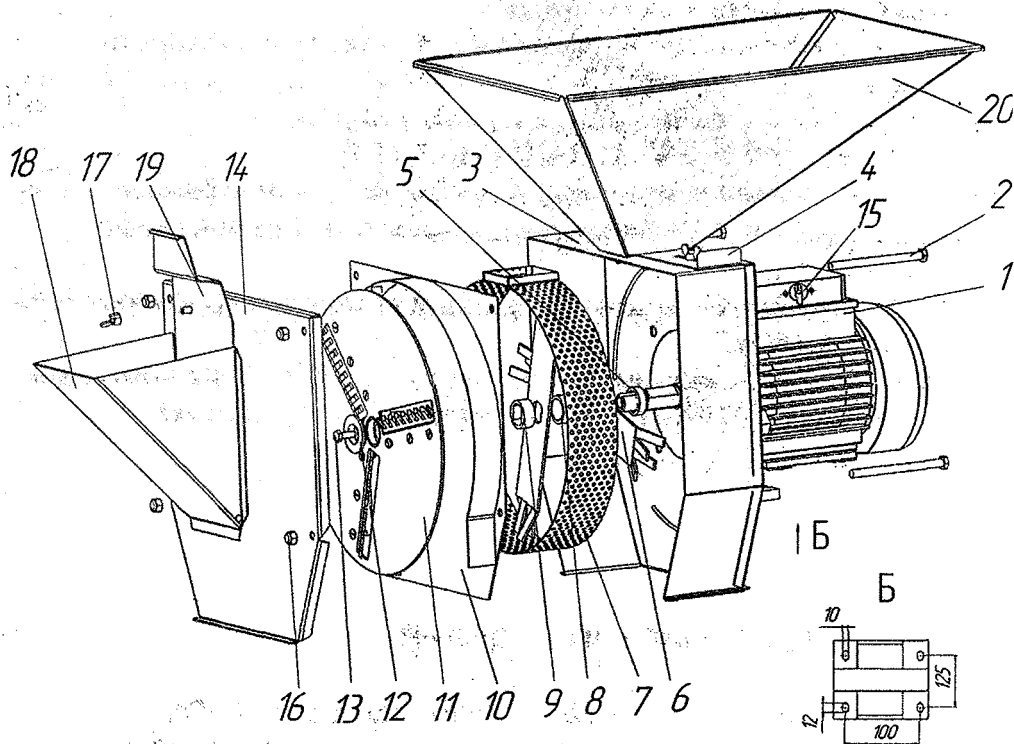

Рис.1 Устройство измельчителя.
Присоединительные размеры приведены на (рис.1).
5.1. Измельчитель представляет собой моноблок, состоящий из привода и измельчительной части (камеры для измельчения зерна и камеры для измельчения корнеплодов), (рис.1)